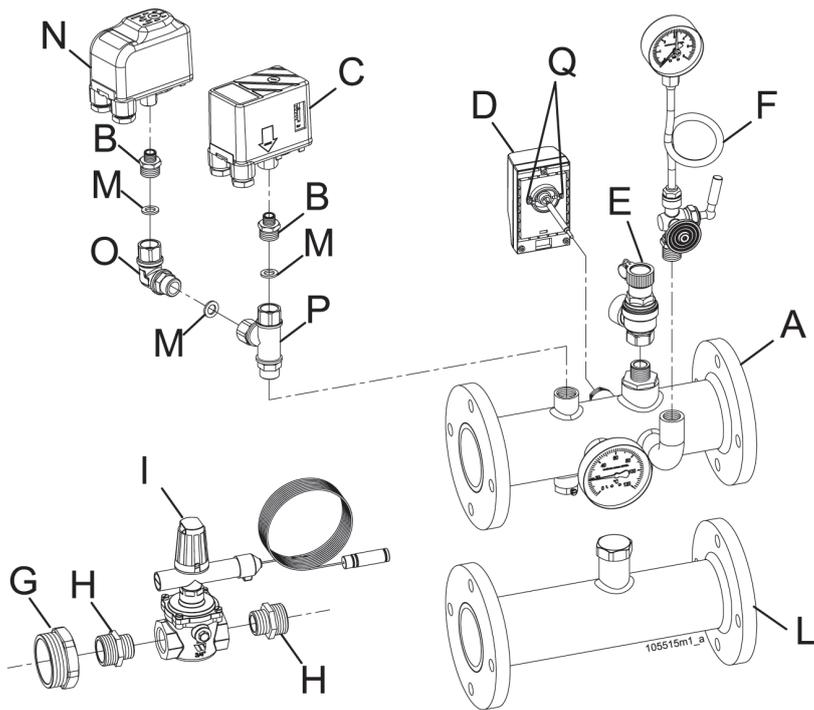

Рисунок 19 - Подсоединение устройств безопасности, предусмотренных “Правилом R” ISPEL
Набор безопасности произведен на COSMOGAS, где локализованы все предусмотренные нормами устройства безопасности, указанные ISPEL, к потребителю поступает на половину собранный, чтобы предупредить ущерб, который может получиться в течении транспортировки. Для окончания монтажа проследовать, как написано ниже (см. рисунок 19):
- установить прессостаты “C” и “N” вместе с соединениями “B” на соединения “O” и “P” и всё вместе это установить в специальное отверстие см.рис.19,
Расширительный бак должен быть по возможности рассчитан на базе объема воды содержащегося в системе отопления, согласно нормам "Regola R" установленным 'ISPESL'. Расширительный бак может быть подсоединен с помощью соединения "M" см.рис. 19.